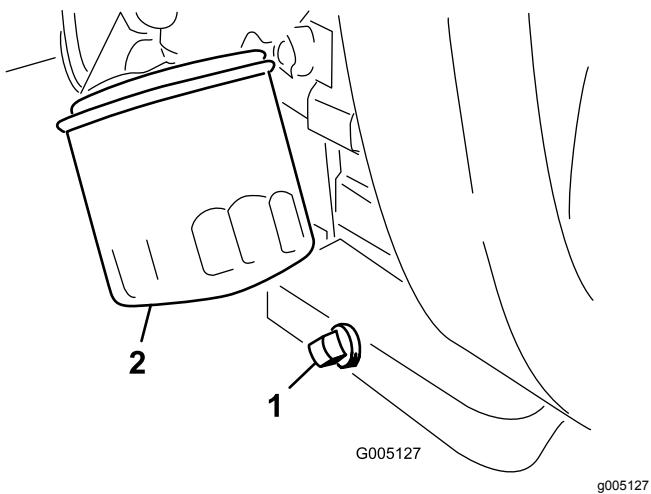

Bild 39
1. Entfernen Sie die Ablassschraube (Bild 39) und lassen Sie das Öl in die Auffangwanne ab. Schrauben Sie die Ablassschraube wieder ein, nachdem das Öl abgelaufen ist.
2. Entfernen Sie den Ölfilter (Bild 39).